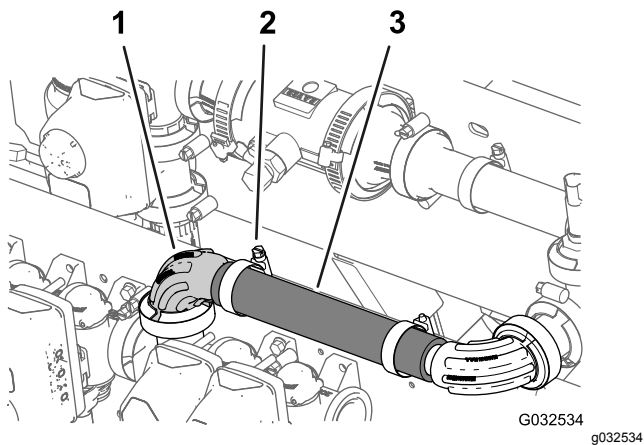

Bild 90
- Befestigen Sie den Schlauch (1" x 8-1/2") über dem 90° Flanschanschlussstück (1"), wie in Bild 90 abgebildet.
- Befestigen Sie den Schlauch mit einer Schlauchklemme am Flanschanschlussstück (Bild 90).